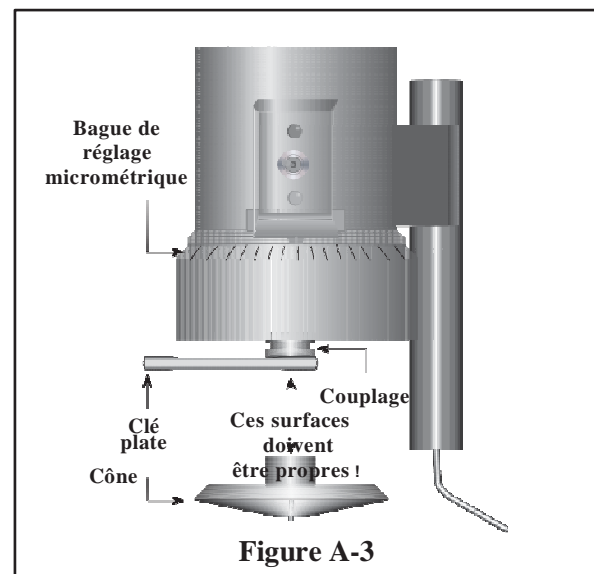

Figure A-3
4. Moteur éteint, insérez le cône en vous aidant de la clé plate pour maintenir l'axe de rotation du viscosimètre (voir **Figure A-3**); soulevez doucement le couplage et maintenez-le avec la clé. Vissez le cône manuellement.